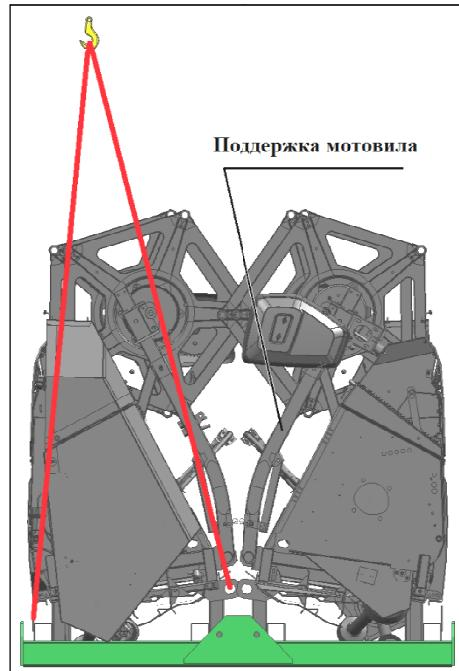

Рисунок 8.19
- 3) обвязать жатки проволокой между собой (через отверстия ушей на траверсах обоих жаток), обвязать поддержки мотовила (рисунок 8.19).